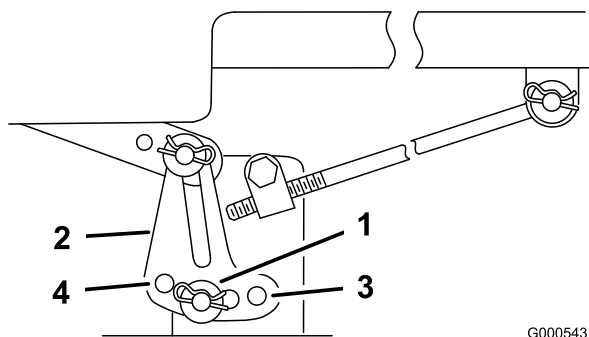

Figura 44
7. Para nivelar la(s) cuchilla(s), vuelva a colocar el/los soporte(s) de nivelación en un taladro diferente y vuelva a colocar la arandela y el pasador. (Figura 43 y Figura 44). Los taladros delanteros bajan la altura de la cuchilla y los taladros posteriores elevan su altura. Ajuste ambos lados según sea necesario.